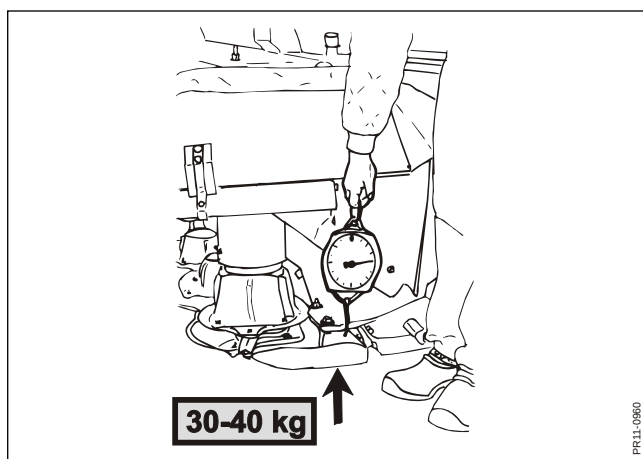

Fig. 3-13
- Fig. 3-13** I princippet kan aflastningen indstilles således, at skivebjælken svæver. Start f.eks. med at spænde fjedrene til løftekraften over skivebjælken er **30-40 kg i hver side**. (fjedervægt er anvendt som hjælp).